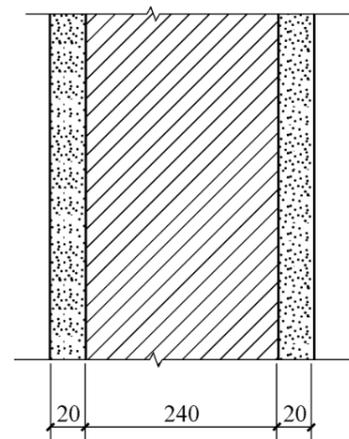

图 8-11 砖墙示意图
(1) 已知室内气温为  $18^{\circ}\text{C}$ , 室外气温为  $-15^{\circ}\text{C}$ , 试计算通过图 8-11 所示砖墙的表面和内部温度分布。已知  $R_i=0.11\text{m}^2\cdot\text{K}/\text{W}$ ;  $R_e=0.04\text{m}^2\cdot\text{K}/\text{W}$ ; 内外石灰粉刷的热导率  $\lambda=0.81\text{W}/(\text{m}\cdot\text{K})$ ; 砖砌体的热导率  $\lambda=0.76\text{W}/(\text{m}\cdot\text{K})$ 。图中单位为 mm。